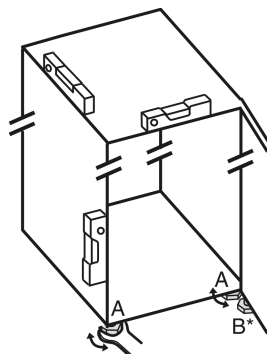

Fig. 68
- ▶ Seřizovací nožky Fig. 68 (A) vyšroubujte pomocí přiloženého vidlicového klíče a pomocí vodováhy, dokud nebude spotřebič pevně vyrovnaný.
- ▶ Seřizovací nožku Fig. 68 (B) na stojanu ložiska vytáchejte pomocí přiloženého vidlicového klíče, až dosedne na zem.
- ▶ Seřizovací nožku Fig. 68 (B) otáčejte dál o 90°.